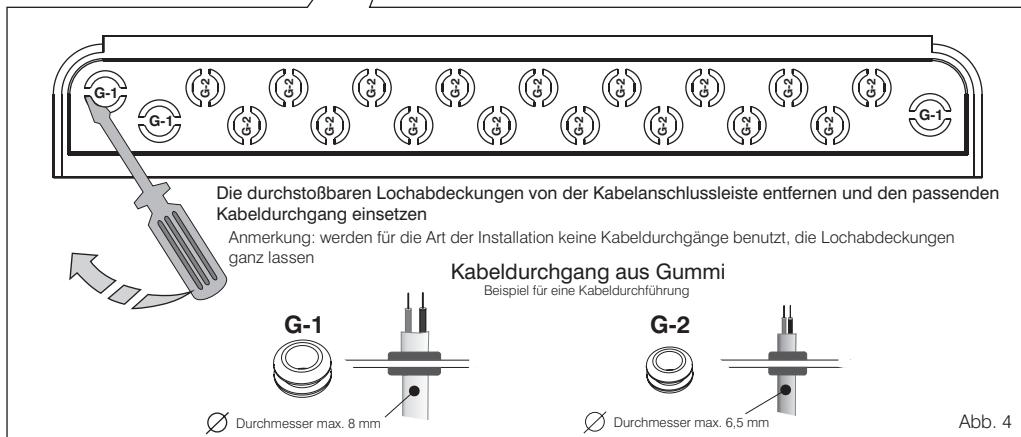

Abb. 4
- Die Kabelanschlussleiste **B** herausnehmen und die Lochabdeckungen aus Kunststoff mit Hilfe eines geeigneten Werzeuges entfernen (Abb. 4).